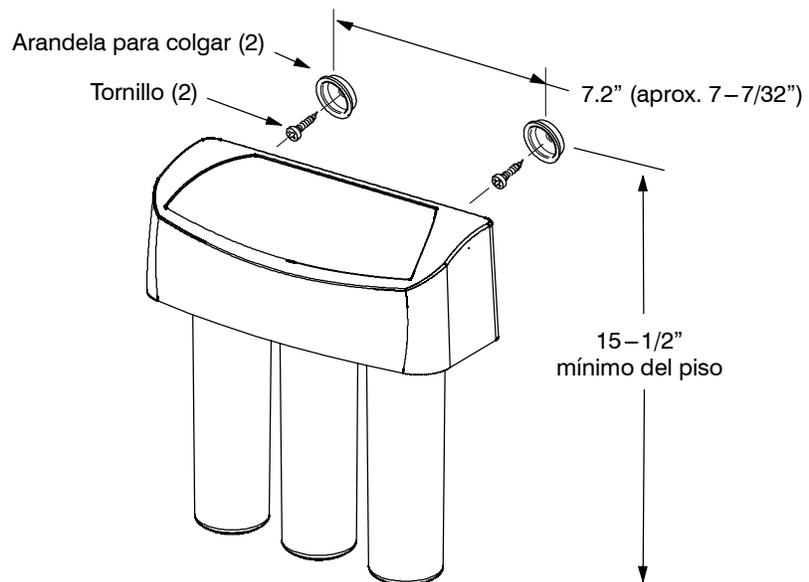

Ilustración 8
1. Consulte la Ilustración 8 para ver el montaje en la pared. Sostenga el montaje contra la superficie de la pared y marque los puntos para poner las arandelas. La distancia que se necesita es de 7.2" (aproximadamente $7-7/32$ de separación).